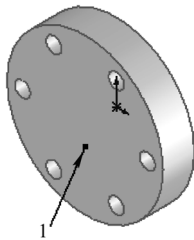

图 6-36 创建拉伸 1 特征
7) 设置视图方向。单击“标准视图”工具栏中的（等轴测）按钮，将视图以等轴测方向显示，创建的拉伸 1 特征如图 6-36 所示。
8) 设置基准面。单击选择图 6-36 所示的表面 1，然后单击“标准视图”工具栏中的（正视图）按钮，将该表面作为绘制图形的基准面。